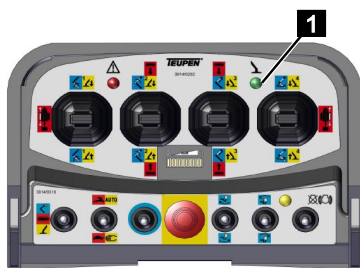

Fig. 65
3. Si le voyant vert (Fig.65/1) de la commande est allumé ou clignote, la machine est prête.